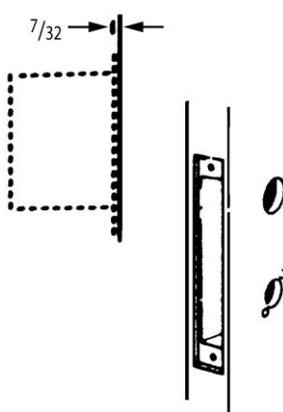

Рис. 6.27. Выемка глубиной 7/32 дюйма (5,5 мм) по размеру лицевой пластины замка (С разрешения компании Schlage Lock Company)
5. Выполнить выемку по размеру лицевой поверхности замка (рис. 6.27).